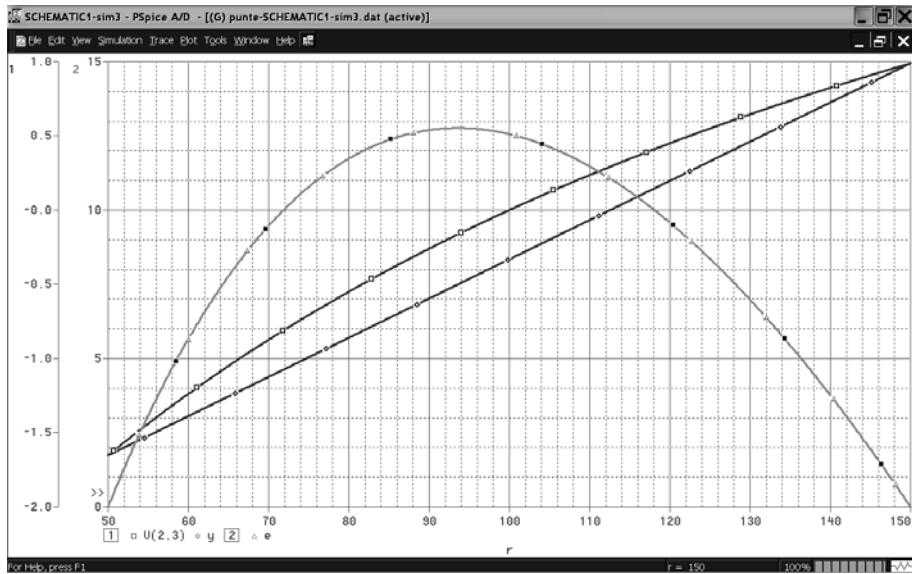

Figura 5.13
- a. În *Probe* selectați *Plot-Add y axis*, apoi *Trace-Add Trace* și tastați  $e$  în câmpul *Trace Expression*. Veți obține figura 5.13.